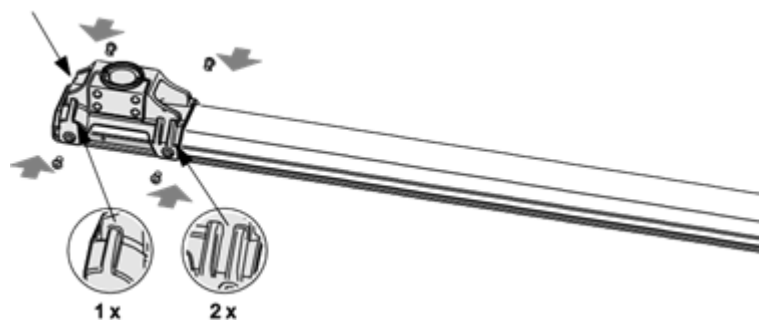

Fig. 25: Montar la versión estándar de la brida Vario
18. Monte la brida en el otro lado de la varilla de la barrera. Preste atención a la posición de las dos tuercas ranuradas y la placa adicional. La convexidad más corta de la brida debe apuntar hacia el extremo de la varilla de la barrera. → Consultar también a página 63, Fig. 25.